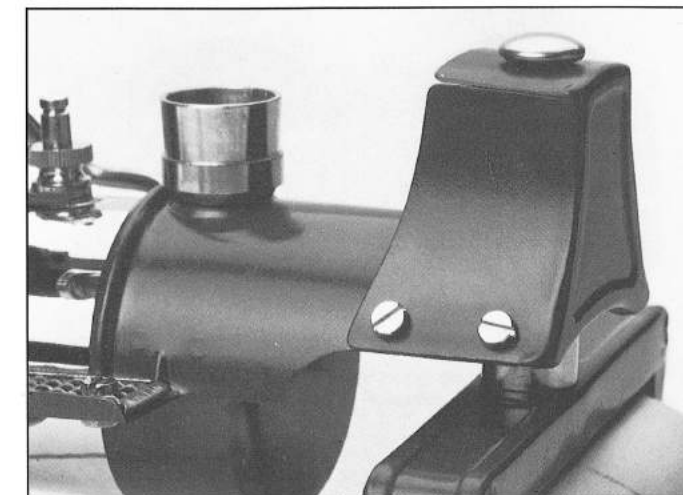
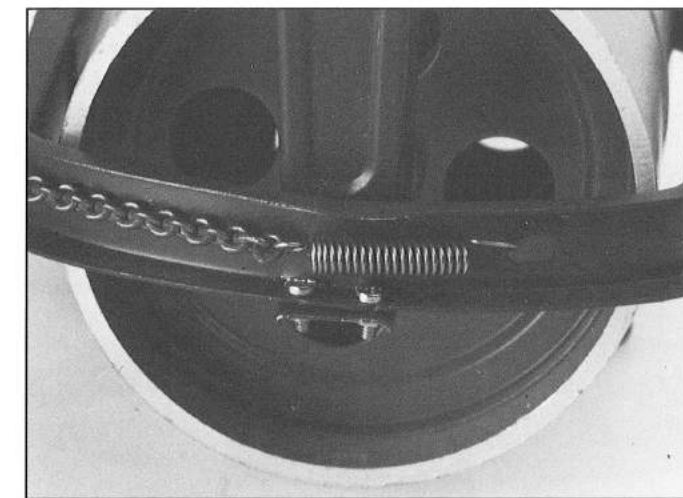

Figure 30
Figure 31
Introduire le mandrin de la fourche du train avant (assemblé en phase 1) en le passant par le bas à travers le trou de la coiffe (comme à la figure 30). Les deux petits trous de la fourche doivent être dirigés vers **l'arrière**. Mettre le chapeau de sûreté (19) sur le mandrin et le fixer par pression. La figure 31 a montré le dessous du tracteur. Accrocher les ressorts de la chaîne de direction par le bas, en engageant leurs crochets dans les petits trous de la fourche. La direction est alors prête à fonctionner.
Figure 31 a